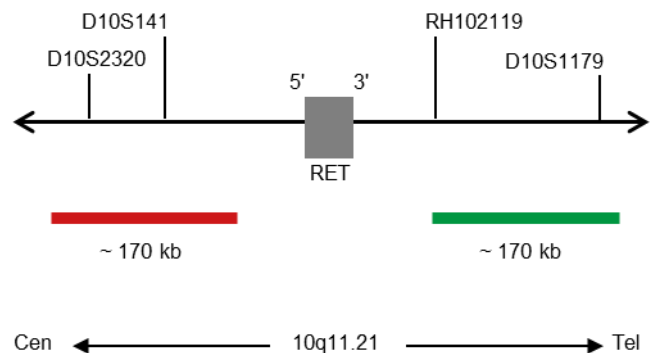

Abb. 1: SPEC RET Sondenlokalisierung (nicht maßstabsgetreu)
- Digoxigenin-markierten Polynukleotiden (~0,5 ng/μl), die gegen Sequenzen in 10q11.21* (chr10:43,687,278-43,856,587) gerichtet sind, welche proximal distal zur RET-Bruchpunktregion lokalisiert sind (siehe Abb. 1).
- Dinitrophenyl-markierten Polynukleotiden (~0,75 ng/μl), die gegen Sequenzen in 10q11.21* (chr10:43,340,888-43,510,171) gerichtet sind, welche proximal zur RET-Bruchpunktregion lokalisiert sind (siehe Abb. 1).